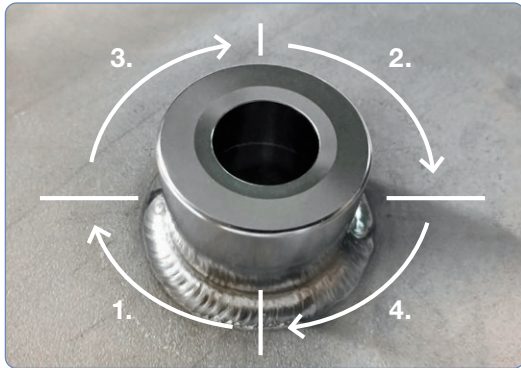

Bild 2
- b. Sektorielles Schweißen (Bild 2):
- i. Schweißen des ersten Sektors (1)
- ii. Schweißen des gegenüberliegenden Sektors (2)